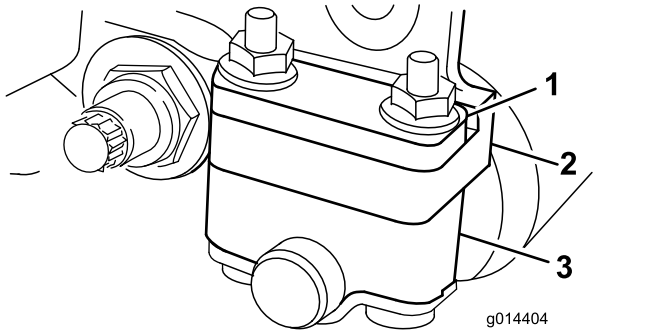
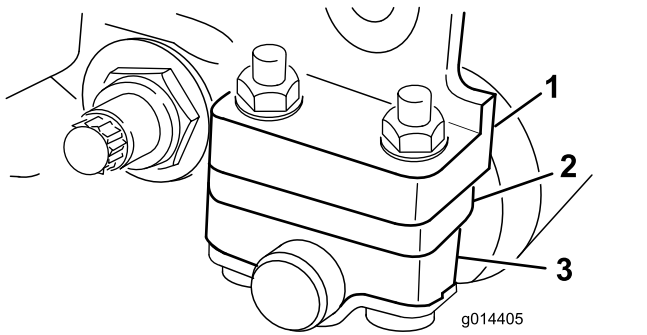

Figure 11
Figure 12
Selon la hauteur de coupe désirée, vous devrez placer les supports de rouleau arrière (**Figure 11** ou **Figure 12**) en position haute ou basse :
- Placez l'entretoise au-dessus de la bride de fixation de la plaque latérale (réglage d'usine) lorsque les hauteurs de coupe sont comprises entre 1,5 mm et 6 mm, comme montré à la Figure 11.
- Placez l'entretoise en dessous de la bride de fixation de la plaque latérale lorsque les hauteurs de coupe sont comprises entre 3 et 25 mm, comme montré à la Figure 12.
- Placez les entretoises sur les vis au-dessus ou au-dessous des supports de rouleau, selon le cas (Figure 11 ou Figure 12).